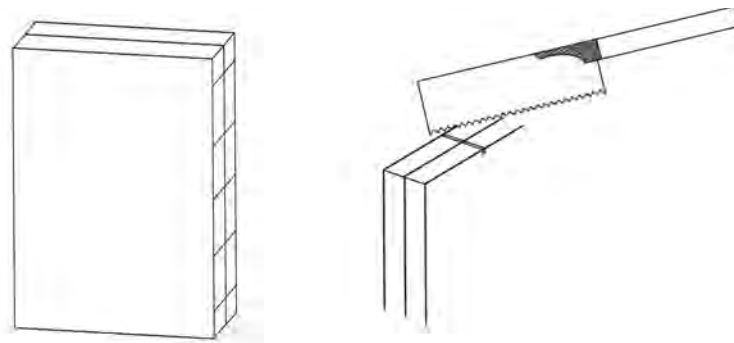

図 12 計算した印の位置にノコを 0.3～0.5cm 入れる
③ ノコ入れ (パネル 12 枚)
上記②で計算した位置に鉛筆で線を引き、ノコギリで約 0.3～0.5cm の深さの溝を作る (図 12)。このあとの作業で蝶番の紙を貼り重ねていっても、触って位置が確認できるための重要な溝である。蝶番の精度にも関係してくるので丁寧に作る。
反故紙の全面に糊を付け、羽根を上から覆うように貼っていく (図 21)。反故紙は 3cm 程度の重なりで貼っていき、打ち刷毛で優しく叩いて密着させる。段差の部分等は、ヘラを使って密着させる (図 22)。ノコを入れた 5 か所の溝 (図 12 参照) に竹ベラで筋を入れておく。